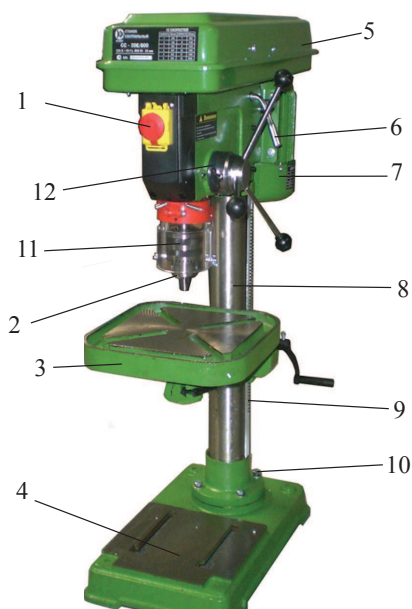

рис. 1
Общий вид станка схематично представлен на рис. 1
- 1 - выключатель (на рис. 1 не представлен)